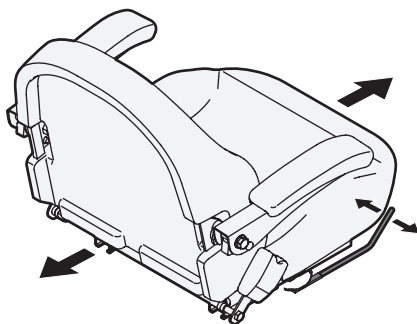

Figure 21
3. Relâchez le levier. Assurez-vous que le siège est bien dans la bonne position et bloqué avant d'utiliser l'appareil. Voir Figure 21.